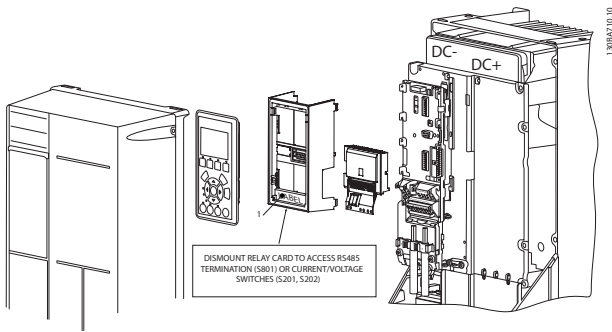

Рисунок 9.10 A5, B1–B4 и C1–C4
1) **ВАЖНО!** Для обеспечения соответствия требованиям UL, ярлык ДОЛЖЕН быть помещен на раму LCP, как показано на Рисунок 9.10.